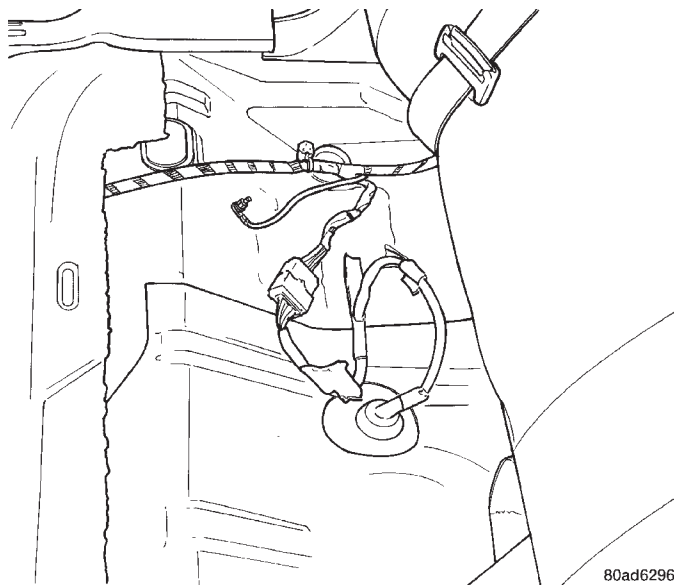

Abb. 22 Steckverbinder
(1) Den Druck in der Kraftstoffanlage abbauen. Näheres hierzu siehe "Kraftstoffdruck in der Kraftstoffanlage abbauen" im Abschnitt "Kraftstoffversorgung" in Kapitel 14.
(2) Die Rücksitzbank ausbauen.
(3) Den Steckverbinder von der Kraftstoffpumpe abziehen (Abb. 22).